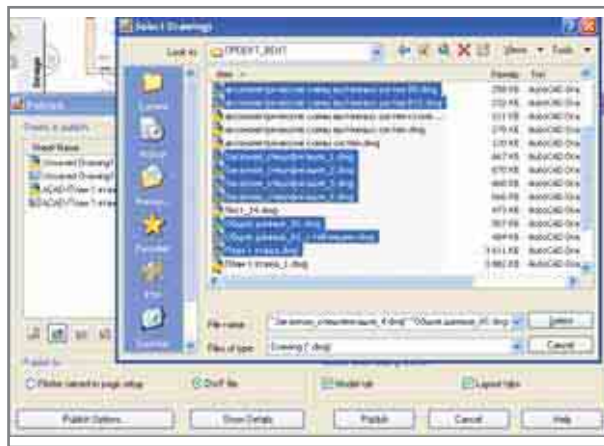

Рис. 22. Экспорт в DWF
- Использовать для публикации формат DWF (Design Web Format) (рис. 22). DWF-файлы, обладая хорошей степенью сжатия (как правило, они в несколько раз меньше первоначального DWG-файла), точно воспроизводят исходные проектные данные.